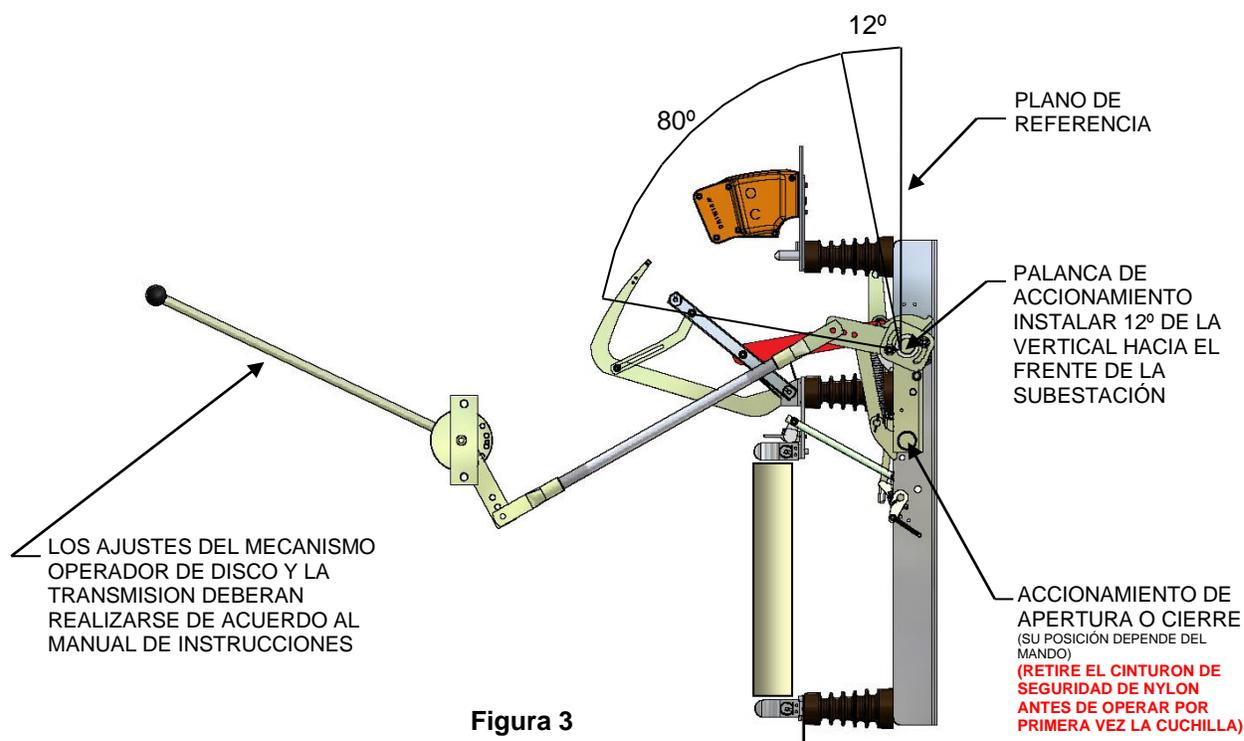

Figura 3
- 4.7. En cualquier opción de mando (derecho o izquierdo) es importante que al momento de instalar la palanca de accionamiento ésta conserve un ángulo de  $12^\circ$  con respecto a la vertical (Figura 3), manteniendo un movimiento de giro de  $80^\circ$  en operación de apertura y cierre (Figura 3).